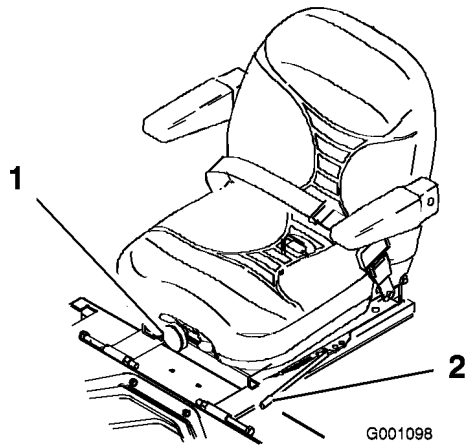

Bild 25
1. Bewegen Sie den Hebel zum Entriegeln des Sitzes zur Seite (Bild 25).
Drehen Sie das Handrad zum Verstellen an der Vorderseite solange, bis der gewünschte Komfort erreicht ist (Bild 25).